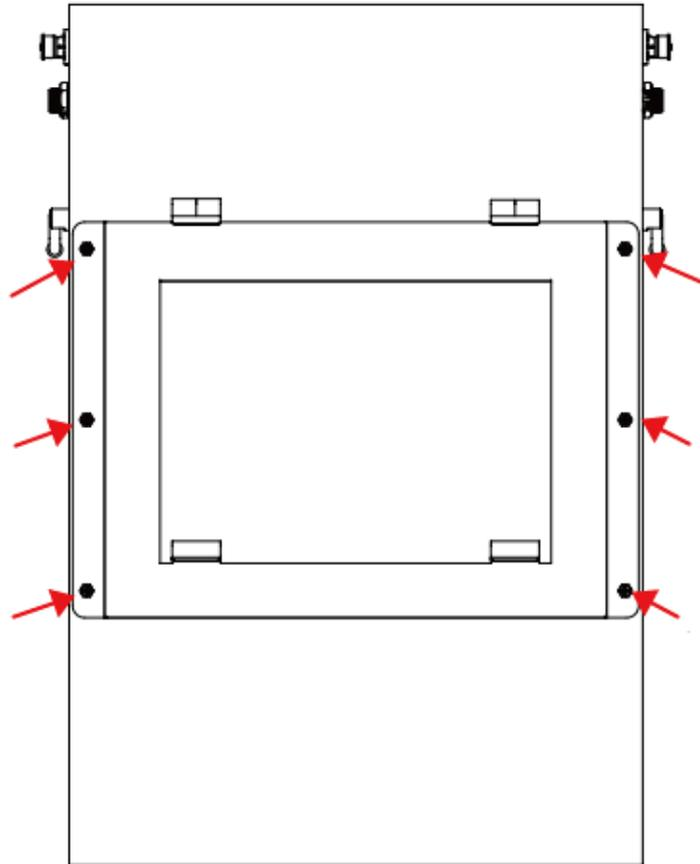

Figura 5-1
a) Utilizzare le 6 viti di M6*10 per fissare il backplane sul retro della batteria, come mostrato in Figura 5-1.